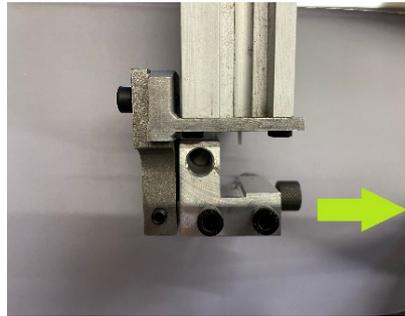

Figure 9
- Dévissez les deux vis de fixation et l'ôtez le guide lame de l'axe. (Fig 9)